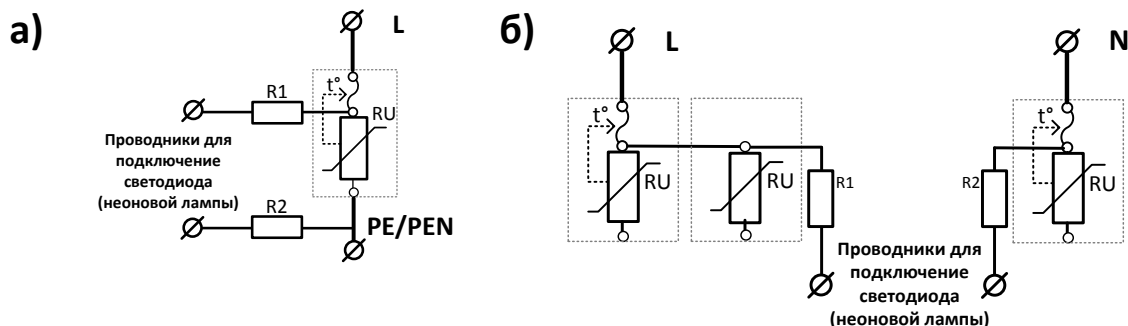

Рисунок 3. Электрические схемы выносной визуальной индикации состояния
2. Выносной визуальный контроль состояния УЗИП **OVP-m AC**. Схема системы контроля размещена в корпусе устройства, а для подключения к светодиоду или неоновой лампе дополнительно выводятся два проводника по 300 мм (см. рис. 3). Применяется для производителей, у которых возникает необходимость выведения индикации состояния УЗИП на панель оборудования (светильников, блоков, приборов и т.п.), в которое УЗИП встроен, или при необходимости выноса индикатора состояния на стенку шкафа, щита, коробки, бокса.